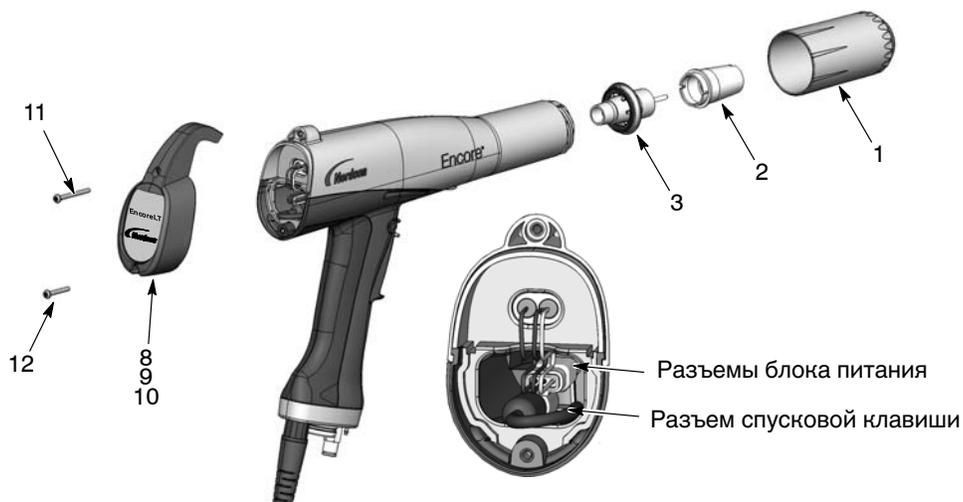
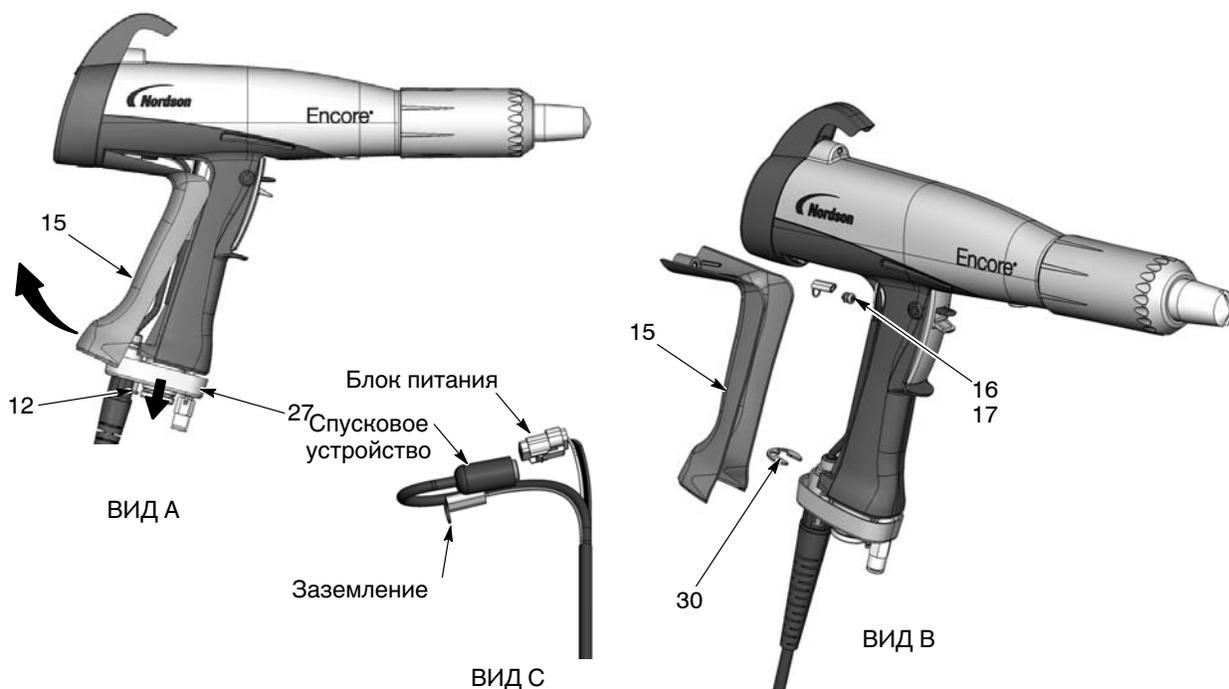

Рис. 6-1 Разборка распылителя
Рис. 6-6 Замена кабеля
1. См. рис. 6-1. Отвернуть гайку форсунки, снять форсунку и узел электрода (1, 2, 3).
4. См. рис. 6-1. Поставить крышку, корпус и крючок, см. рисунок.
5. Вставить узел электрода (3) в переднюю часть корпуса распылителя. Следить, чтобы проволочный электрод не погнулся и не сломался.
6. Установить форсунку (2) на узел электрода так, чтобы выступы узла электрода вошли в пазы на форсунке.
7. Поставить гайку (1) на форсунку и затянуть, поворачивая по часовой стрелке.
2. См. рис. 6-1. Вывернуть нижний винт (12) из корпуса (9).
3. См. рис. 6-6, вид А. Ослабить два винта М3 х 20 (12) крепления основания рукоятки (27) к рукоятке.
4. Оттянуть основание от рукоятки достаточно для того, чтобы освободить из него нижний край накладки заземления (15).
6. См. рис. 6-6, вид В. Вывернуть винт М3 х 8, снять стопорную шайбу (16, 17) и наконечник провода заземления с накладки заземления.
7. Снять с кабеля Е-образное стопорное кольцо (30).
8. См. рис. 6-6, вид С. Вытянуть разъемы кабеля из рукоятки. Отсоединить жгут проводов питания от кабеля распылителя, а затем освободить фиксатор, вставив плоское жало миниатюрной отвертки в углубление в разьеме жгута проводов питания.
1. См. рис. 6-6. Продеть новый кабель сквозь основание рукоятки, а затем зафиксировать кабель E-образным стопорным кольцом (30).
3. Присоединить наконечник провода к накладке заземления (15), используя винт М3 х 6 и стопорную шайбу (16, 17).
6. Приставив основание (27) к рукоятке и накладке заземления, надежно затянуть в основании два винта М3 х 20 (12).
7. См. рис. 6-1. Поставить нижний винт М3 х 20 (12) в корпус (9) и надежно затянуть винт.
1. См. рис. 6-6. Снять накладку заземления, как описано под заголовком *Кабель, снятие*, операции 1–5. Не нужно отсоединять провод заземления от накладки заземления.